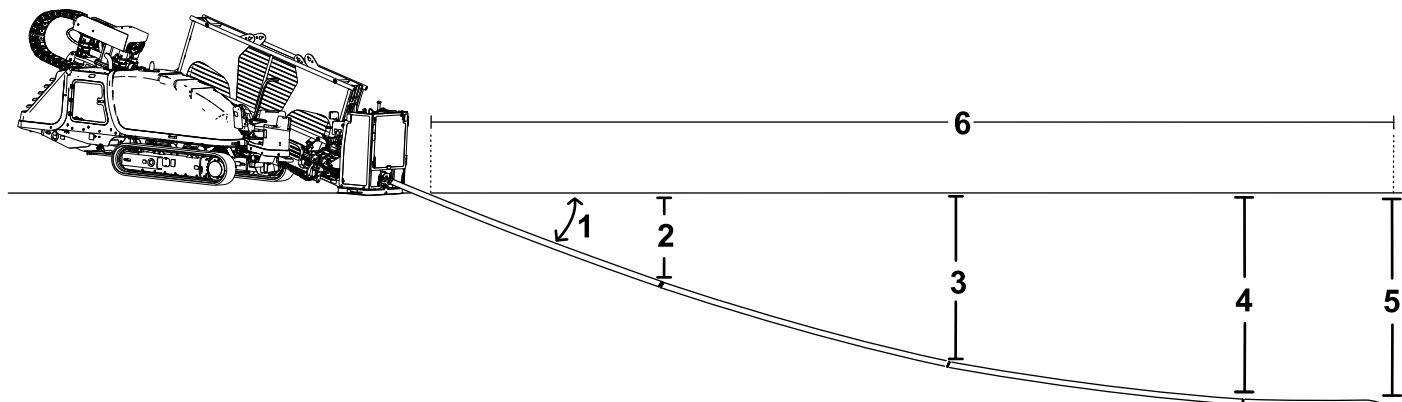

Figura 56
- Introduza os primeiros 3 m da cabeça de perfuração/hasteamento no solo sem aplicar direcionamento. A extremidade da cabeça de perfuração estará a uma profundidade de 53 cm (Figura 56).